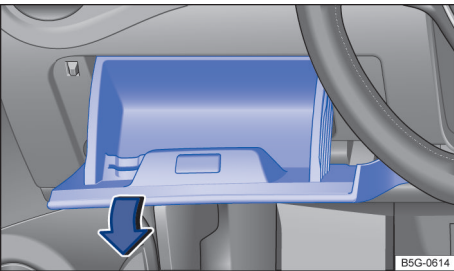

Fig. 175 Cobertura da caixa de fusíveis no painel de instrumentos: veículos com direção à esquerda, à esquerda do volante.
- Abrir e, caso necessário, esvaziar o porta-luvas do lado do condutor → Fig. 175.